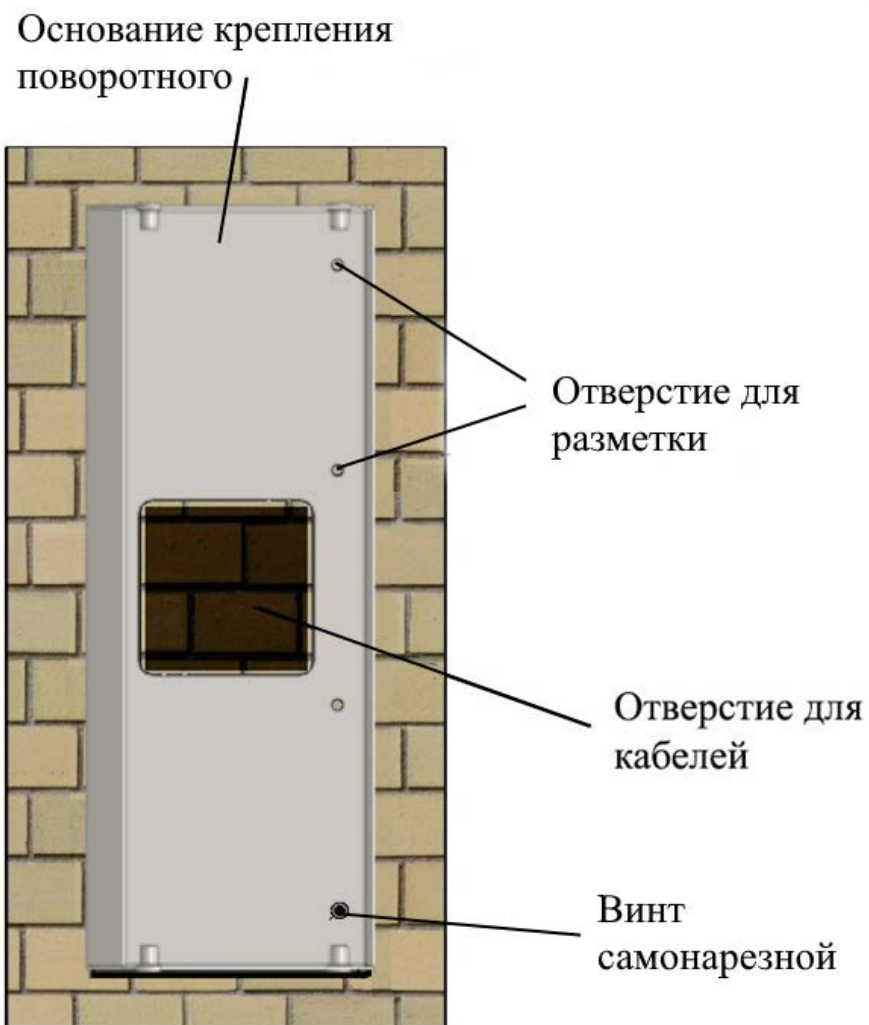

Рисунок 3 – Размещение основания крепления
- 2.2.2. Приложить основание крепления к поверхности, совместив отверстия для кабелей (рисунок 3).
2.2.4. Просверлить размеченные крепежные отверстия глубиной **30 мм** и диаметром **6 мм**, установить в них дюбели. Приложить и прикрутить основание крепления самонарезающими винтами (рисунок 3).